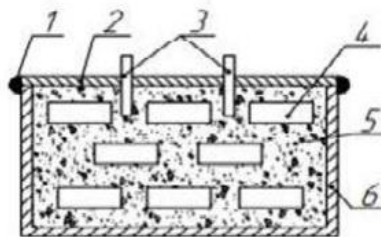

Рис. 2. Розміщення деталей в ящику для цементациї:
1. Засипати шар карбюризатора товщиною 50 мм в ящик для цементациї (рис. 2).